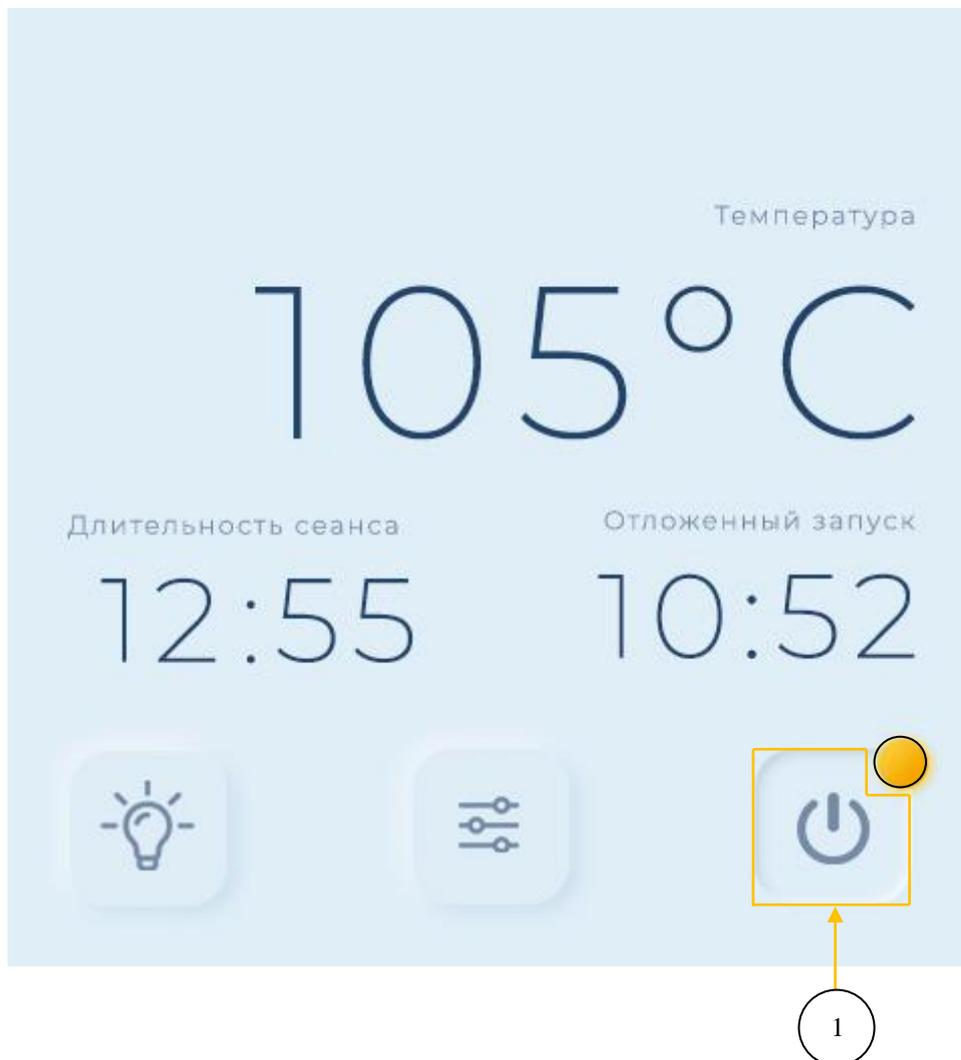

Рис. 39. Взаимное расположение элементов интерфейса “Главной” страницы в режиме отложенного запуска.
2. Перейти на “заглавную” вкладку с отображением текущей температуры в парном помещении, а также настроенного времени отложенного старта и времени сеанса. Единоразовым прикосновением к пиктограмме переключения режимов перевести устройство в режим отложенного запуска. (Рис. 39 Взаимное расположение элементов интерфейса “Главной” страницы в режиме отложенного запуска)